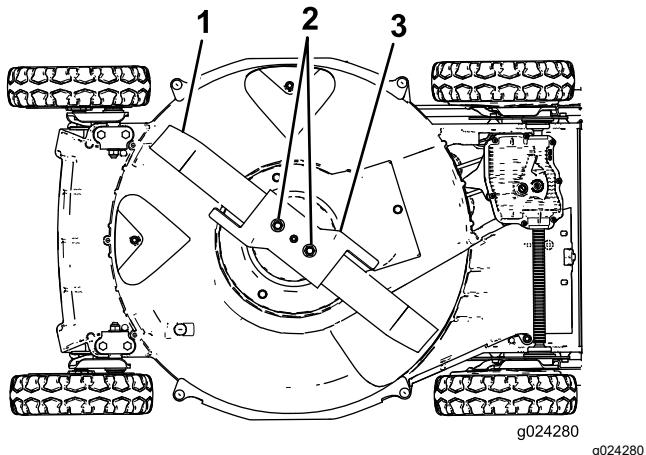

Figura 29
- Inclinate la macchina sul fianco **destro** (il filtro dell'aria in alto) come mostrato in Figura 29.